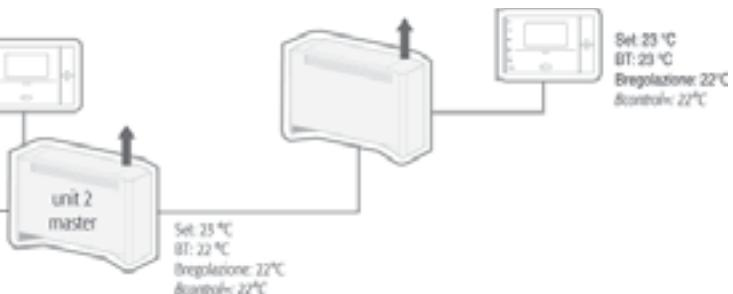

Fig. 5.2
- LOGICA 4: Il master propaga ON/OFF, ECONOMY/SLEEP e sonda di regolazione; sugli slave è possibile modificare tutte le funzionalità rimanenti. La sonda di regolazione è ottenuta come media delle sonde (B1 o BT) di tutti gli slave di zona. Utile nel caso si voglia privilegiare la regolazione della temperatura media di un ambiente piuttosto che la regolazione puntuale (vedi Fig. 5.2).
- *LOGIC 4: The master propagates ON/OFF, ECONOMY/SLEEP and control probe; all the remaining functions can be modified on the slaves. The control probe reading is the average of the probes (B1 or BT) on all the slaves in the zone. Useful for giving priority to control of the average temperature in an environment rather than single point control (see Fig. 5.2).*